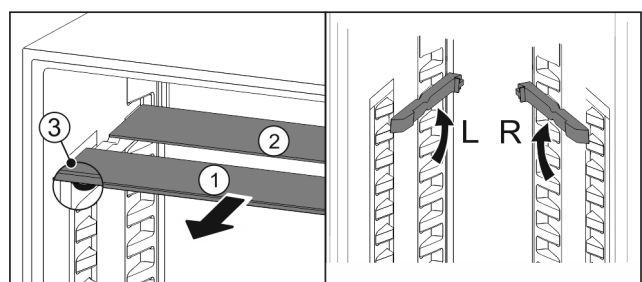

Fig. 149
- ▶ По одной извлеките Fig. 149 (1) стеклянные панели движением вперед.
- ▷ Стеклянная панель Fig. 149 (1) с декоративной планкой лежит спереди.
- ▷ Стопоры Fig. 149 (3) показывают вниз.